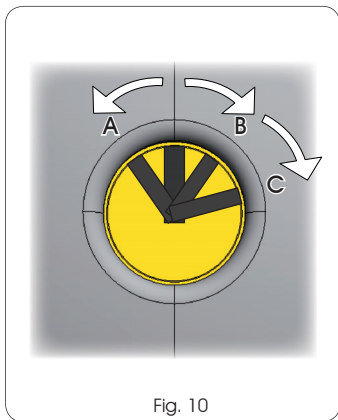

Fig. 10
14. Controllare l'attivazione dei micro interruttori ruotando la chiave nella serratura secondo lo schema riportato in Fig. 10:
- Check activation of the microswitches, turning the key in the lock according to the diagram in Fig.10: